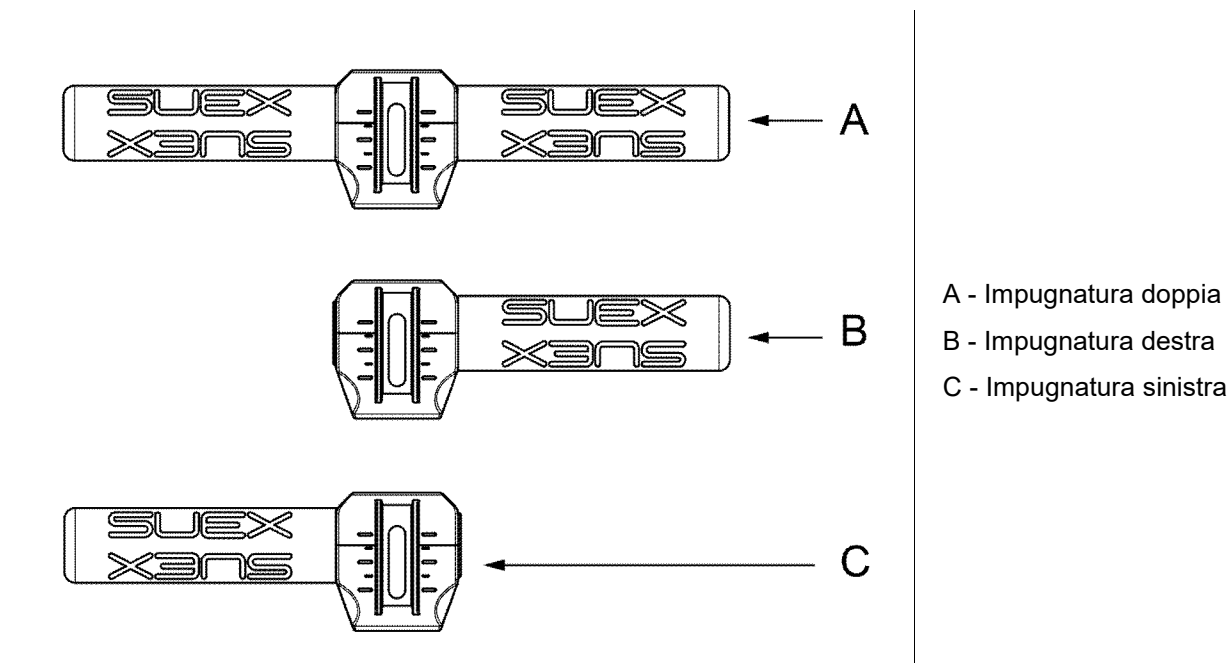

Fig 6 - Impugnature regolabili
In alternativa all'impugnatura doppia, l'utente ha a disposizione la possibilità di montare l'impugnatura singola DESTRA (B - Fig 6 - a pag. 10) oppure quella SINISTRA (C) (fornite a corredo), in base alle proprie esigenze operative.